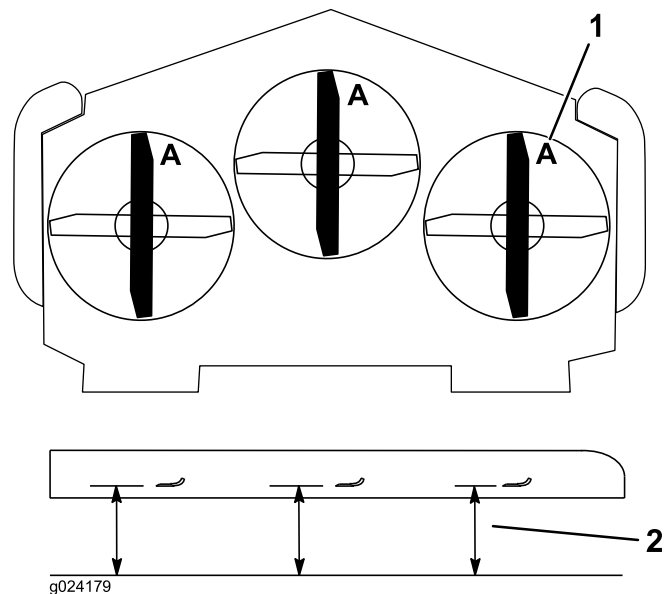

Figure 88
3. Tournez les lames dans le sens longitudinal (Figure 88). Mesurez la distance entre la surface plane et le tranchant (position A) des lames (Figure 88). Notez cette valeur.